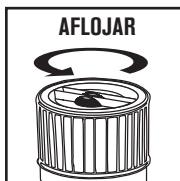

FIGURA 23
35. Para extraer el filtro para su limpieza, sostenga la cubierta del depósito y gire el retenedor de filtro en sentido contrario a las agujas del reloj para aflojar y extraer, deslice el filtro de cartucho fuera del alojamiento de la tapa. **FIGURA 23, 24.**